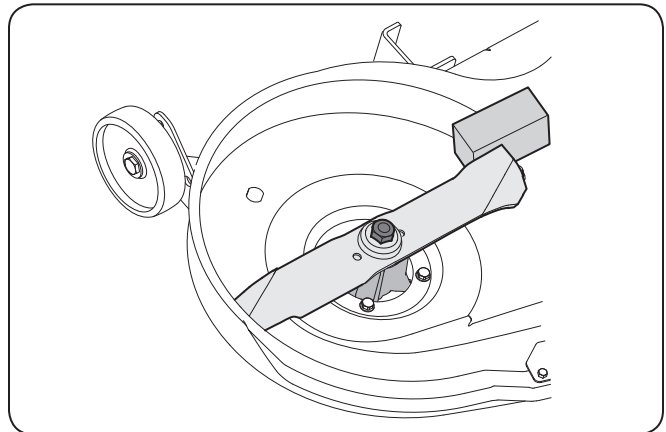

Figure 7-6
2. Placez une cale de bois entre le déflecteur au milieu du plateau et la lame. Voir la Figure 7-6.
3. Retirer l'écrou à bride à six pans qui maintient la lame. Voir la Figure 7-6.